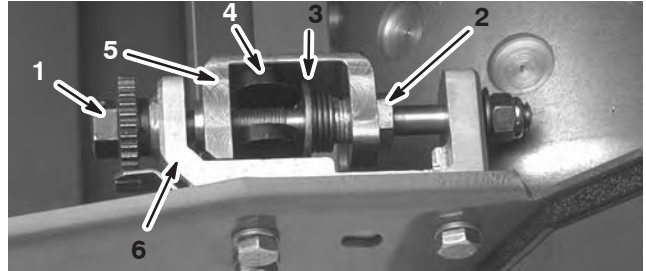

Figure 45
1. Tournez la vis de réglage de la barre d'appui dans le sens anti-horaire jusqu'à ce que le profilé arrive en butée dans le bâti de réglage (Fig. 45).
2. À l'aide d'une clé standard de 7/8 pouce, faites sortir la vis de tension du ressort jusqu'à ce que la rondelle de butée ne soit plus tendue contre la barre d'appui (Fig. 45).
4. Retirez les boulons de la barre d'appui de façon à pouvoir abaisser la barre et la déposer de la machine. Mettez de côté les 2 rondelles en nylon et les 2 rondelles en acier estampé de chaque côté de la barre d'appui (Fig. 45).